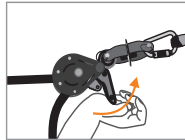

Fig 5
Per smontare la linea di vita, tirare la leva della camma (4) (Fig. 5). Sganciare il sistema e riportarlo nell'imballo originale.